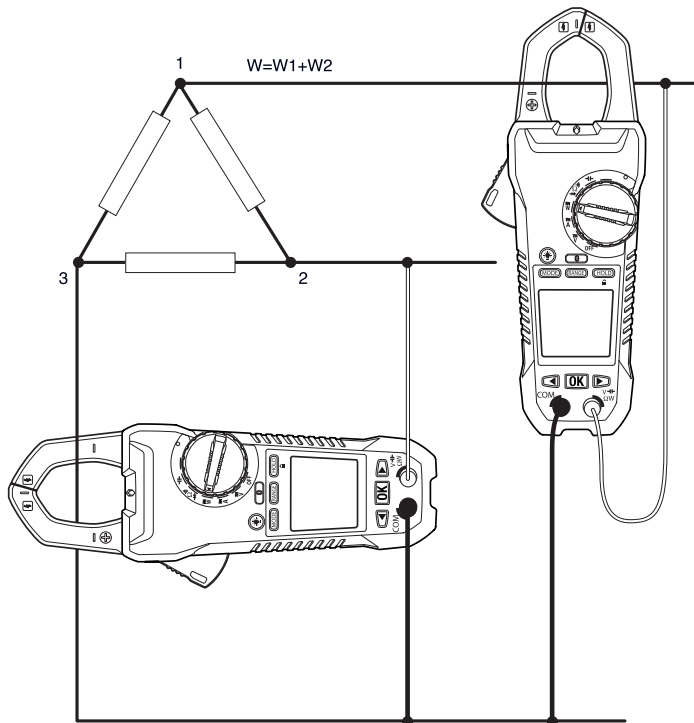

Рис. 5.4. Измерение трехфазной трехпроводной системы
Измерение мощности для трехфазной трехпроводной системы с конфигурацией «треугольник» проводится в два этапа, см. рис. 5.4. Суммарная мощность определяется путем сложения результатов двух измерений:  $W = W_1 + W_2$ .
3. Проведите два измерения активной мощности (см. рис. 5.4).